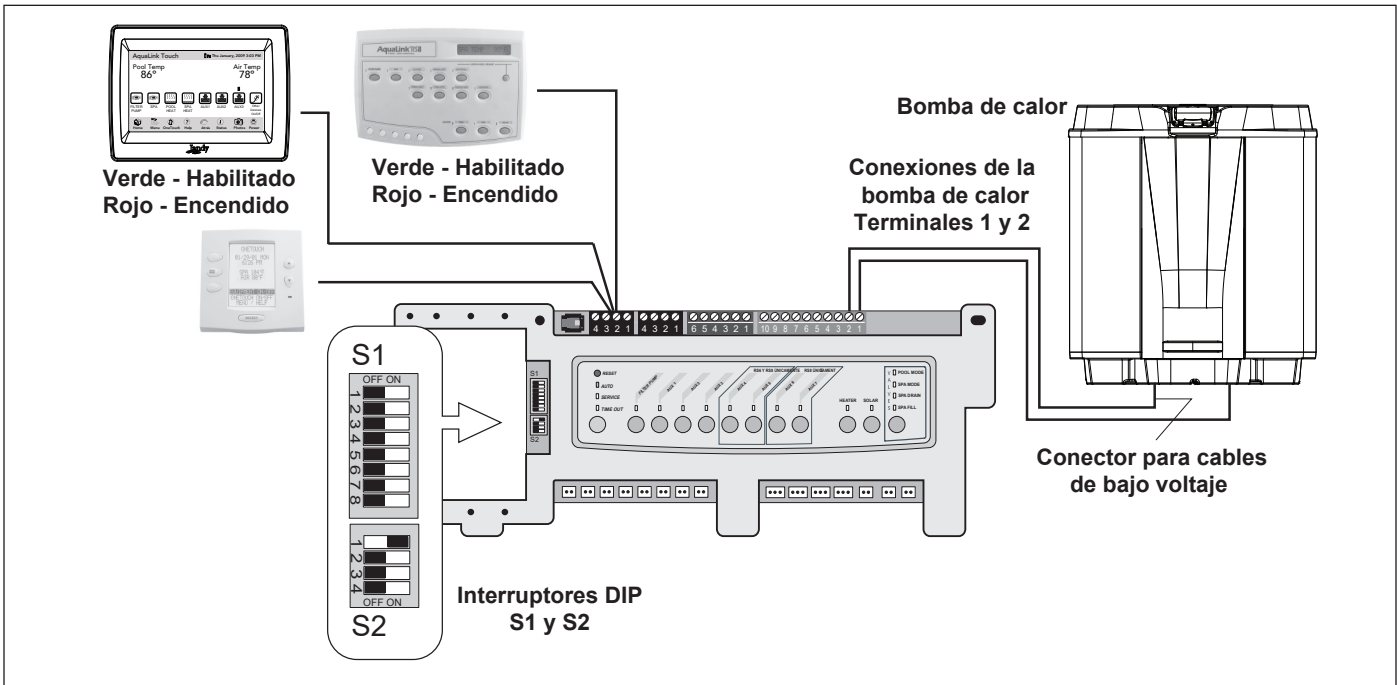

Figura 11. AquaLink RS a bomba de calor Jandy JRT, conexión de T-Stat (2 cables)
2. Conecte dos (2) cables a los terminales verdes de 10 pines 1 y 2 de AquaLink RS.
3. Ponga DIP S2-1 (pin 1 del interruptor DIP de 4 posiciones) en posición ON (Encendido). Consulte la Figura 11.